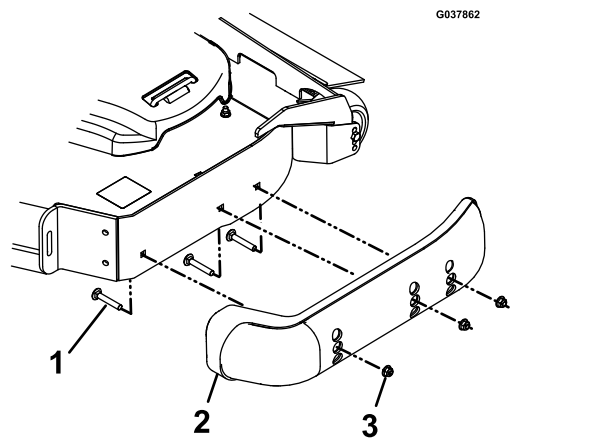

Figura 37
- Retire los pernos y las tuercas de cada parachoques (Figura 37).